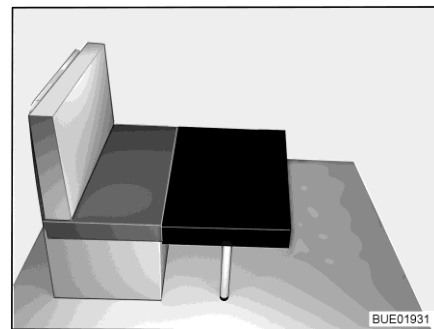

Fig. 69 Transformación (1)
- Colocar el pequeño cojín adicional en la mesa, delante del cojín del asiento del banco (véase Fig. 69).